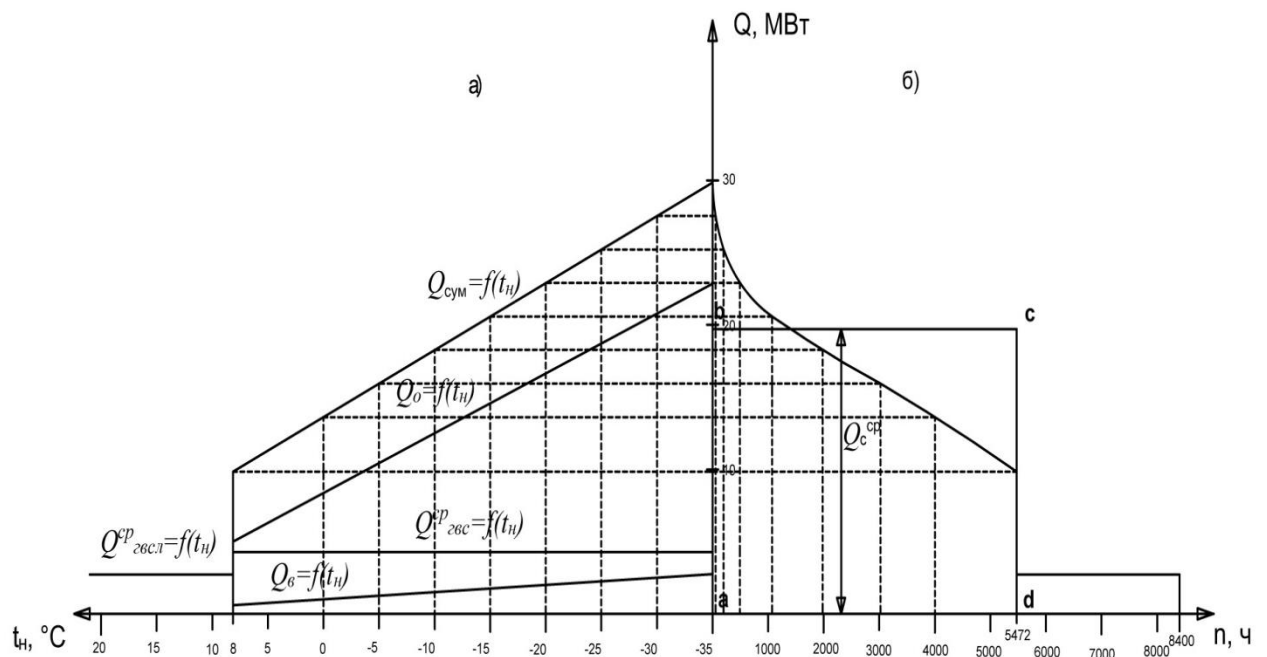

Рис. 1. Графики теплового потребления:
3. На графике (рисунок 1) откладываем значения $Q_o^{\text{от}}$, $Q_v^{\text{от}}$ при температуре $t_n = +8^\circ\text{C}$ а также значения $Q_{o\text{max}}$, $Q_{v\text{max}}$ при $t_n = t_{\text{нро}} = -35^\circ\text{C}$ и соединив их прямой, получим графики $Q_o = f(t_n)$ и $Q_v = f(t_n)$. График среднечасового расхода теплоты на горячее водоснабжение не зависит от температуры наружного воздуха и будет представлять собой прямую, параллельную оси абсцисс с ординатой 4,27 МВт для отопительного периода и с ординатой 2,73 для неотапительного периода. График суммарного часового расхода теплоты на отопление, вентиляцию и горячее водоснабжение $Q_{\text{сум}} = f(t_n)$ строим путем сложения соответствующих ординат при $t_n = +8^\circ\text{C}$ и $t_{\text{нро}} = -35^\circ\text{C}$.
4. График по продолжительности тепловой нагрузки (рис. 1, б) строится на основании суммарного часового графика. Из точек на оси температур (+8÷-35) восстанавливаем перпендикуляры до пересечения с линией суммарного часового графика и из точек пересечения проводим горизонтальные прямые до пересечения с перпендикулярами, восстановленными из точек на оси продолжительности, соответствующих данным температурам. Соединив найденные точки плавной кривой, получим график по продолжительности тепловой нагрузки за отопительный период в течение 5472 часов. Затем проведем прямую, параллельную оси абсцисс с ординатой равной 2,73 МВт до расчетной продолжительности работы системы теплоснабжения в году равной 8400 часов и получим график по продолжительности тепловой нагрузки для неотапительного периода. По оси абсцисс графика продолжительности сезонной тепловой нагрузки построим равновеликий прямоугольник abcd, его высота будет равна среднему расходу теплоты за отопительный сезон, $Q_c^{\text{ср}}$. По графику (рис. 1) значение $Q_c^{\text{ср}}$ будет составлять 19,7 МВт.